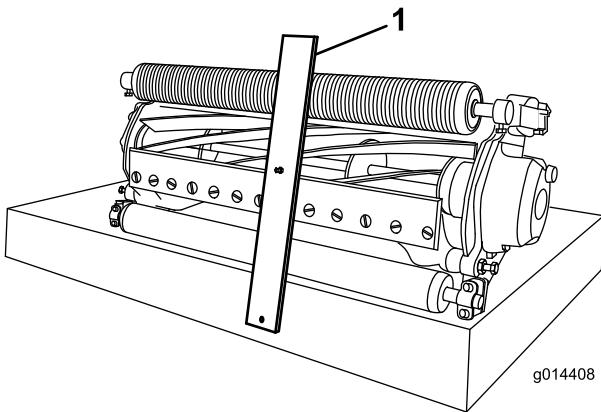

Figure 10
- Accrochez la tête du boulon sur le bord tranchant de la contre-lame et appuyez l'arrière du gabarit contre l'arrière du rouleau (Figure 10).